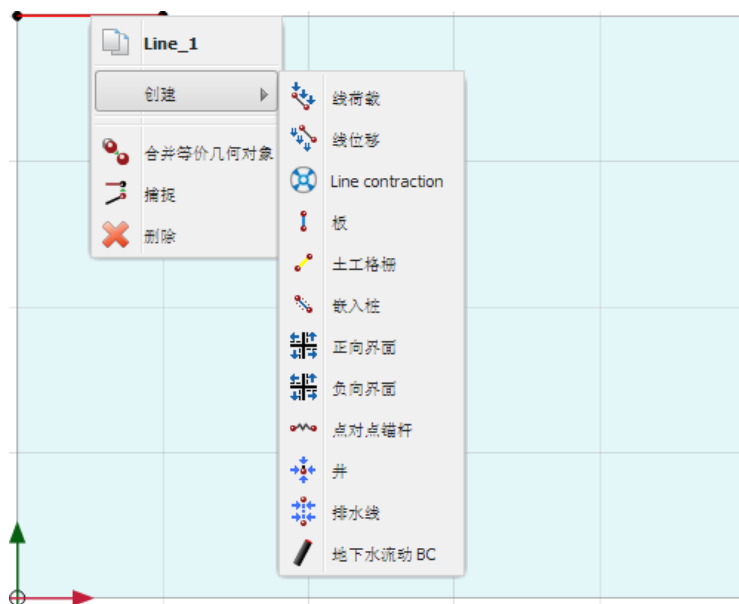

图 24 为线指定线荷载
- 再一次在基础的位置处右键线，在下拉菜单中选择创建<线荷载选项（图 24）